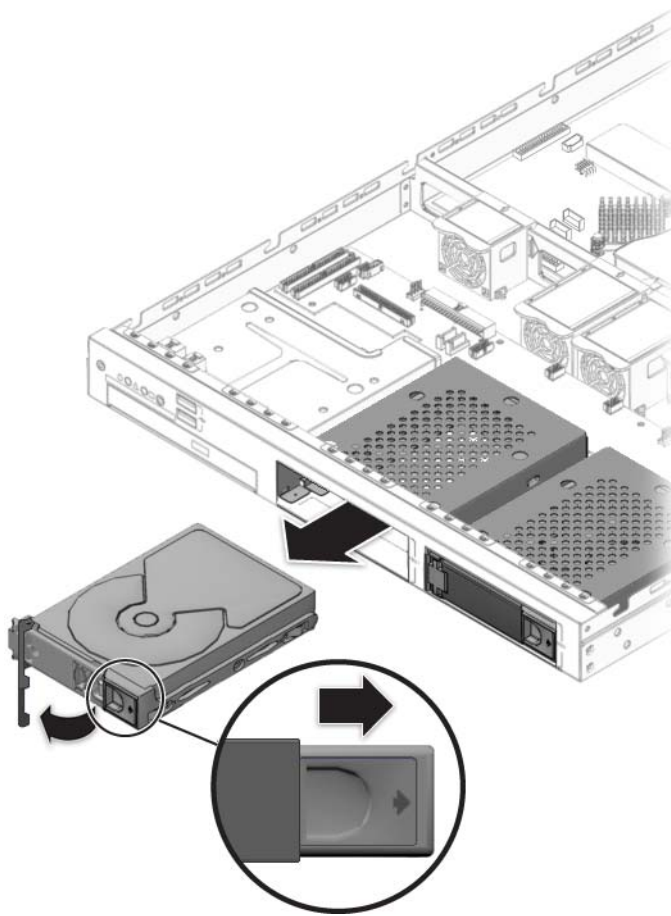

ABBILDUNG 4-12 Ausbauen eines Festplattenlaufwerks
- b. **Halten Sie die Frontblende des Trägers mit beiden Händen, und ziehen Sie ihn vorsichtig aus dem Laufwerksschacht (siehe ABBILDUNG 4-12).**